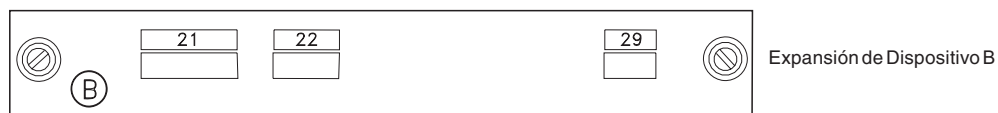

Figura 135. Expansión de Dispositivo B
1. En la Figura 135 marque con una X el zócalo en el que los cables del dispositivo se conectan a la Expansión de Dispositivo B: